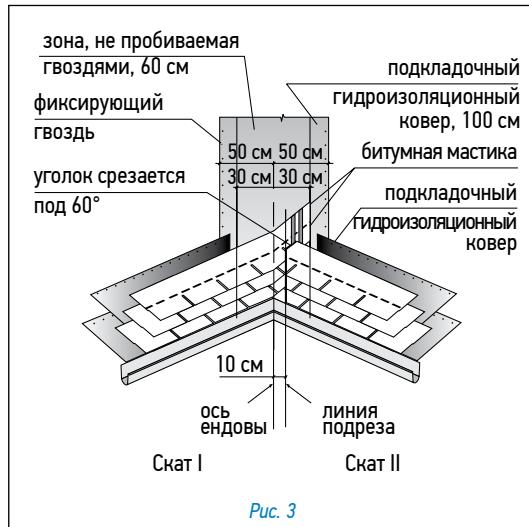

Рис. 3
Ендова (рис. 3)
- лист, подходящий к ендove со ската II, должен доходить до линии подрезки и обрезаться по ней. Верхний уголок обрезанного края листа подрезается под углом 60° (5 × 3 см — рис. 3);
• лист, подходящий к ендовой со ската II, должен доходить до линии подрезки и обрезаться по ней. Верхний уголок обрезанного края листа подрезается под углом 60° (5 × 3 см — рис. 3);